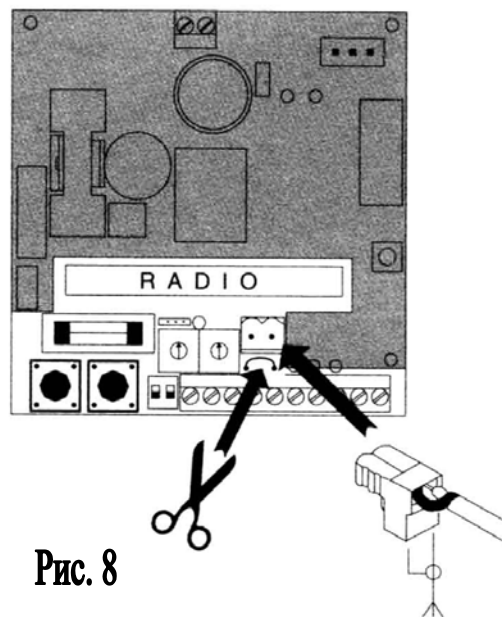

Рис. 8
- 4) Вытяните выводной зажим внешней антенны (Рис. 8) и подсоедините к нему кабель антенны, соблюдая полярность.
- 5) Перережьте ножницами перемычку под разъемом антенны, как показано на Рис. 8.
- 7) Вставьте контактный зажим антенны назад в его разъем, как показано на Рис. 8.